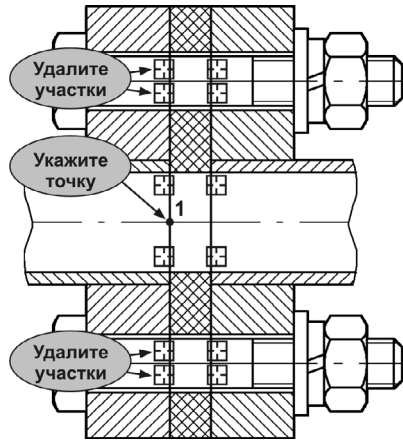

Рис. 65.26.
5. Разместите прокладку на чертеже, указав положение базовой точки 1 (рис. 65.26).
7. Вызовите команду **Усечь кривую** и удалите лишние участки прокладки (рис. 65.26).